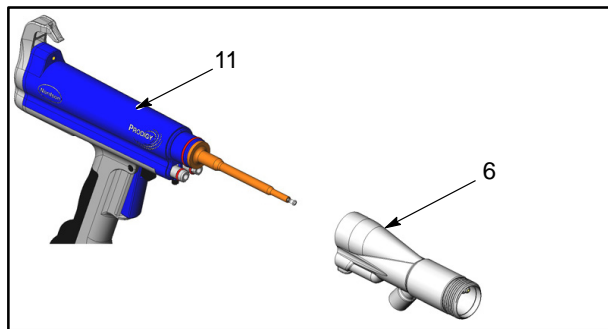

Fig. 24 Dépose de l'adaptateur
5. Voir la figure 24. Tirer l'adaptateur bien droit hors du corps du pistolet (11).
5. Voir les figures 24 et 23. Monter l'adaptateur sur le corps du pistolet. Serrer la vis de blocage.
5. Voir les figures 24 et 23. Monter l'adaptateur sur le porte-électrode et le porte-résistance. Serrer la vis de blocage.